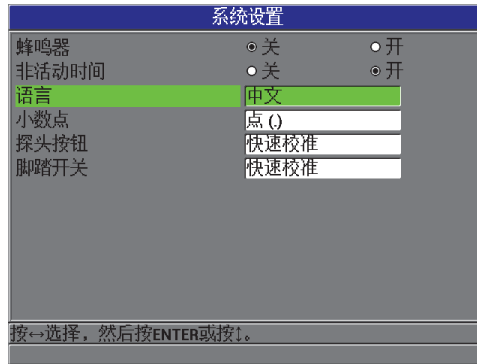

图 6-2 系统设置屏幕
1. 在仪器显示测量屏幕时，按 [**设置菜单**] 键，然后选择**系统**，以显示**系统设置**屏幕（参见第 98 页的图 6-2）。